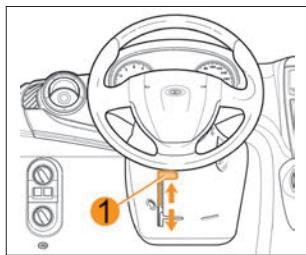

Рис. 12. Регулировка положения рулевого колеса
**В вариантом исполнении** на автомобиле устанавливается регулируемая по углу наклона рулевая колонка. Для выбора оптимального положения рулевого колеса опустите блокирующую рукоятку **1** (рис. 12) вниз и, после установки рулевого колеса в желаемое положение, зафиксируйте рулевую колонку перемещением рукоятки в крайнее верхнее положение.